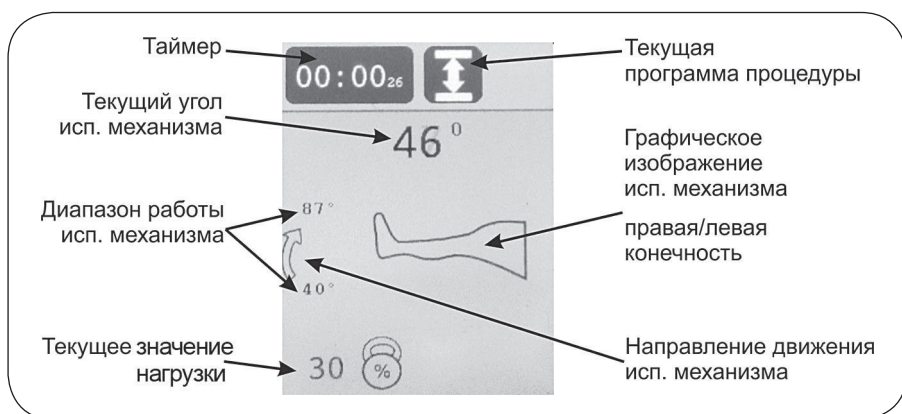

Рисунок 7.3 – Дисплей режима выполнения процедуры
7.1. Дисплей режима выполнения процедуры (см. рис. 7.3):
Запуск процедуры осуществляется кнопкой . Запуск возможен только когда отображается основной экран, при этом дисплей переходит в режим выполнения процедуры (см. рис. 7.3).
<p>Переключение нагрузки (схема блокировки) Мотор автоматически переключается на противоположное движение, когда сопротивление пациента (нагрузка) превышает заданное значение. Настраивается от 1% до 99% с шагом 1%. В случае, если после изменения направления движения нагрузка вновь превышает установленное пороговое значение достаточно длительное время, то система управления фиксирует состояние перегрузки моторредуктора и выдаёт сообщение об ошибке с соответствующим кодом. При установке значения, превышающего 99%, появляется значок ∞, означающий отключение функции. При этом на дисплее в режиме выполнения процедуры (см. рис. 7.3) отображается текущее значение нагрузки рядом с иконкой , функция переключения нагрузки не работает, мотор развивает максимальное усилие.</p> <p>⚠ ВНИМАНИЕ! Одинаковое установленное значение уровней блокировки для пользователей с разной массой отличается. Для каждого пользователя установка подбирается индивидуально.</p> <p>⚠ ВНИМАНИЕ! Переключение нагрузки (схема блокировки) является функцией безопасности, для защиты пациента в случае возникновения спазмов, судорог, блокады суставов и других аналогичных ситуаций. Производитель не несет ответственности за неправильное использование данной функции.</p>